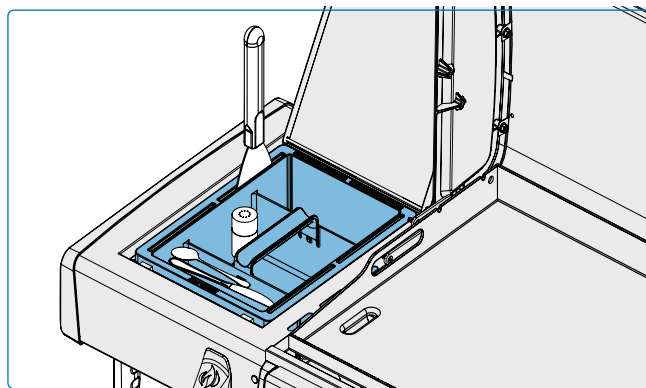

Fig. 8
Hold saucer, krydderier og køkkenredskaber inden for rækkevidde, mens du laver mad, med den integrerede opbevaringsboks i sidehylden. (Fig. 8).
- Indstil forskellige brændere til forskellige varmeniveauer for at skabe specifikke temperaturzoner. Overvåg planchaens overfladetemperatur med et infrarødt termometer for at sikre, at hver zone har det ønskede varmeniveau. Brug direkte varme (placeret direkte over tændte brændere) til mad, der har godt af hurtig tilberedning, mens indirekte varme (placeret ved siden af) kan bruges til langsommere tilberedning eller til at holde maden varm. (Fig. 8)